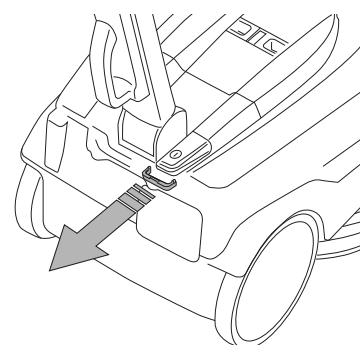

Fig.2C
- Avlägsna det mekaniska låset från brytaren (fig.2C).